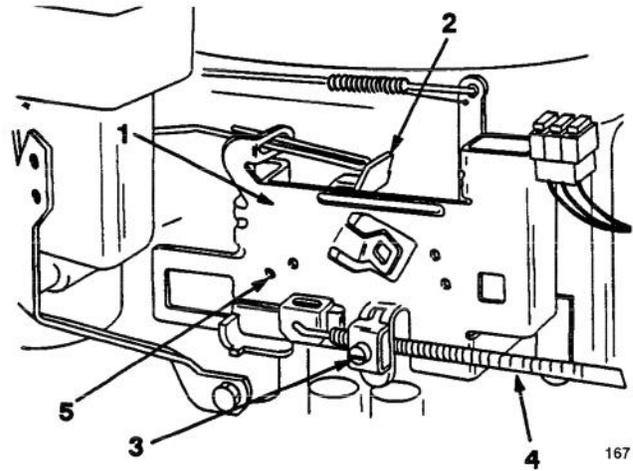

Figure 25
3. Pincer les extrémités des colliers de serrage et les éloigner du filtre (Fig. 25).
B. Quand la commande est sur FAST, les trous de repérage du levier de commande du régulateur doivent se trouver dans l'alignement de la plaque du régulateur (Fig. 25). Si ce n'est pas le cas, se reporter au point 4 pour la procédure de réglage.
B. Desserrer la vis de serrage du câble d'accélérateur jusqu'à ce que la gaine coulisse (Fig. 25).
C. Déplacer la gaine du câble jusqu'à ce que les trous de repérage du levier de commande du régulateur se trouvent dans l'alignement de la plaque du régulateur (Fig. 25). Serrer alors la vis de serrage du câble.